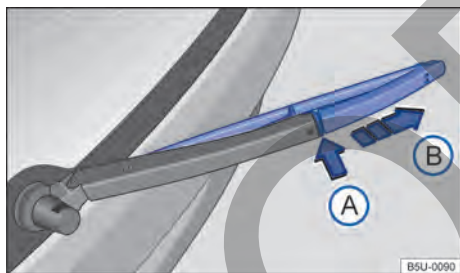

Fig. 151 Sustituir la escobilla del limpiaventana.
- Mantener la tecla de desbloqueo → fig. 151 ⓘ presionada.